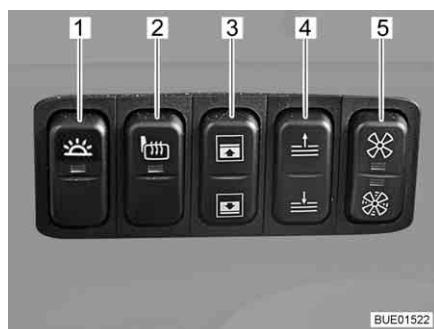

Fig. 33 Painel de interruptores Grand Panorama
- Pressione o interruptor (Fig. 33,1) no painel de interruptores.
- Pressione novamente o interruptor (Fig. 33,1) no painel de interruptores
- Pressione o interruptor (Fig. 33,2) no painel de interruptores. A luz piloto no interruptor indica o funcionamento.
- Pressione a metade superior ou inferior do interruptor (Fig. 33,3) no painel de interruptores. O quebra-sol desloca-se para cima ou para baixo enquanto o interruptor se mantiver pressionado.
- Pressione a metade superior ou inferior do interruptor (Fig. 33,4) no painel de interruptores. O dispositivo de escurecimento do para-brisas desloca-se para cima ou para baixo, enquanto o interruptor se mantiver pressionado.
- Pressione a metade superior do interruptor (Fig. 33,5) no painel de interruptores. Um ventilador sopra ar de aquecimento do aquecimento do habitáculo para o para-brisas (Nível 1).
- Pressione a metade inferior do interruptor (Fig. 33,5) no painel de interruptores. Um ventilador sopra ar de aquecimento do aquecimento do habitáculo para o para-brisas (Nível 2).